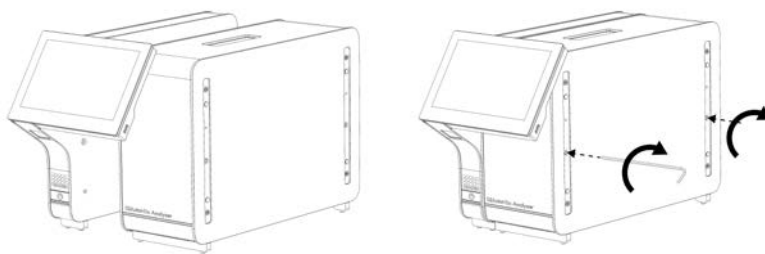

Abbildung 6: Anbringen des Betriebsmoduls am Analysemodul
3. Nehmen Sie das Betriebsmodul aus der Kiste und befestigen Sie es an der linken Seite des Analysemoduls. Ziehen Sie die Schrauben unter Verwendung des mit dem QIAstat-Dx Analyzer 1.0 gelieferten Werkzeugs für das Analyse- und Betriebsmodul fest (Abbildung 6).